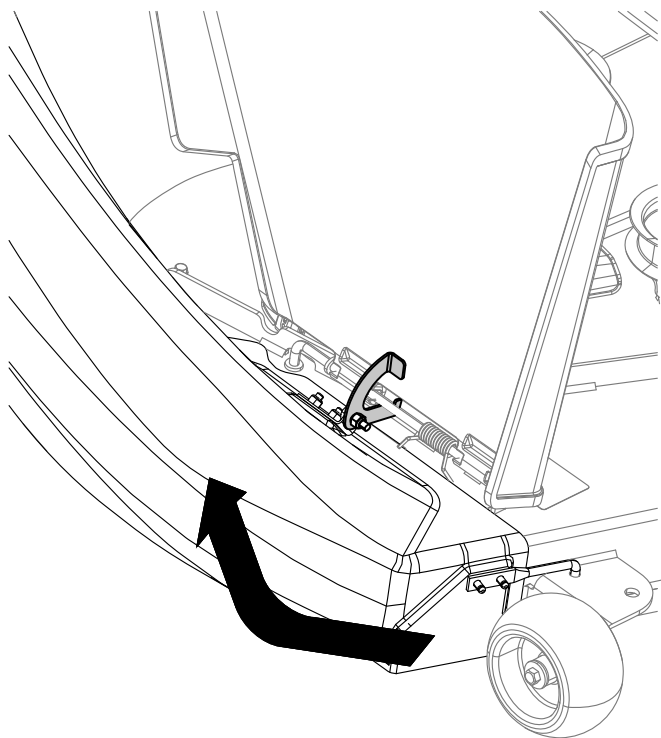

Figura 17
3. Na gornjem delu bacača, zakačite bravu u obliku kuke oko okretne šipke sklopa usmerivača i postavite šipku u rupu na kućištu kosilice (Figura 17).